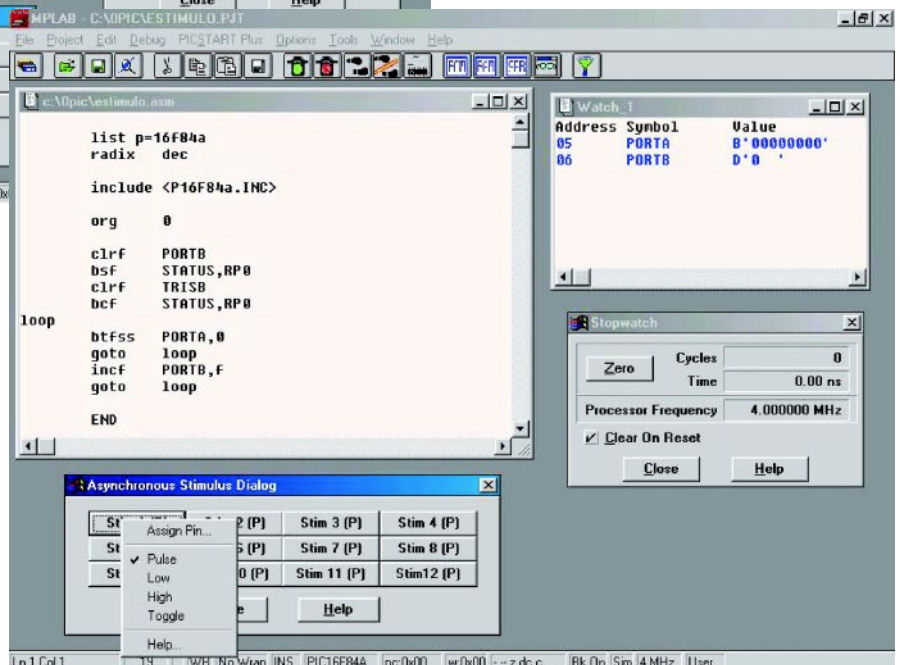

Figura 23 - Ajustando os botões de estímulo.
Com o botão direito do mouse dê um click no botão **Stim 1 (P)** e você obterá o menu da figura 23.